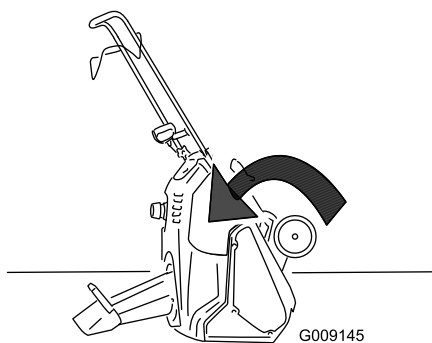

Bild 32
11. Kippen Sie die Schneefräse nach vorne, um das Einbauen des Auspuffrohrs zu vereinfachen (Bild 32).